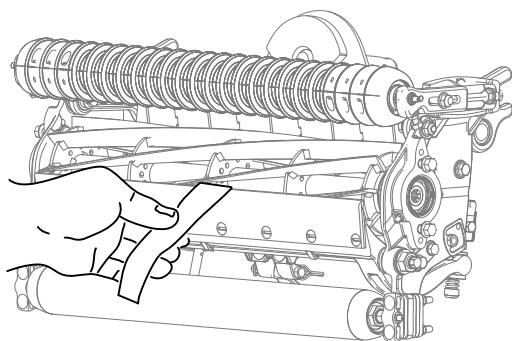

Figura 20
2. Testate le prestazioni di taglio inserendo una lunga striscia di carta da taglio (n. cat. Toro 125-5610) tra il cilindro e la controlama, perpendicolare rispetto alla controlama (Figura 20). Ruotate lentamente il cilindro in avanti; questo dovrà tagliare la carta.